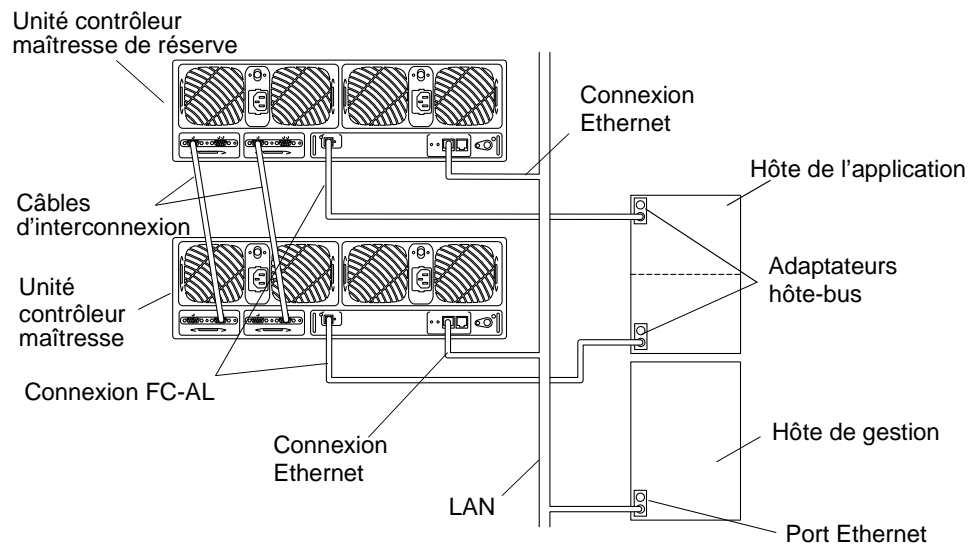

FIGURE 1-1 Baies Sun StorEdge T3+ - Configuration d'entreprise
- FIGURE 1-1 Baies Sun StorEdge T3+ - Configuration d'entreprise 1-3